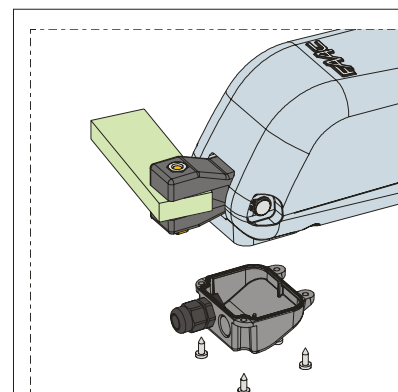

Fig. 15
- 4) Chiudere il coperchio con le quattro viti in dotazione, Fig.15.